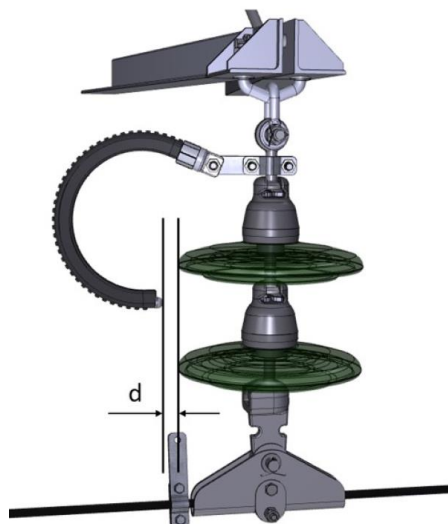

Рис.4. Установка MCR-20 на подвесной изоляции.
Последовательность операций монтажа мультикамерного разрядника MCR 20 на подвесной изоляции (общий вид показан на рис.4):
- установить на проводе прокалывающий зажим PL 240 вертикальном положении с усилием, достаточным для исключения возможности его проворачивания, при этом расстояние d (рис.4) должно быть в пределах 20-60 мм.